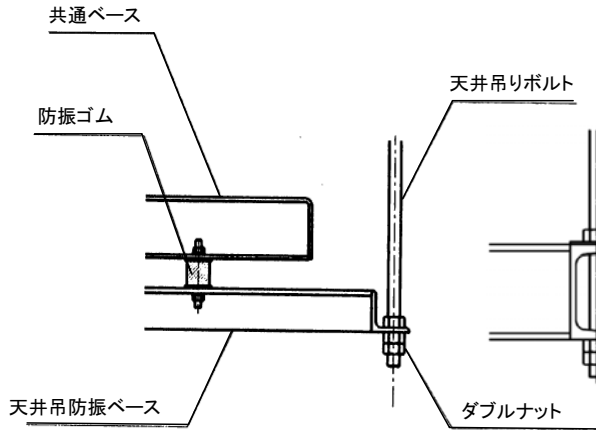

図4 天井吊り取り付け例
- (1) 天井にあらかじめ埋め込まれた吊りボルトにより、送風機のベースを水平に吊りボルト全部に均等に荷重が掛かるようにしてください。
- (2) 吊りボルトは、十分な強度のもの（ボルト自身および埋込状態とも）を用意してください。
- (3) 据付け後、吊りボルトのナットには、ダブルナット方式などで緩み止めを行ってください。
- (4) 耐震型とする場合は、建築構造体に強固に固定した形鋼製架台に堅固設置してください。
- (5) 図4に示すように天井吊りボルトと天井吊防振ベースを固定してください。